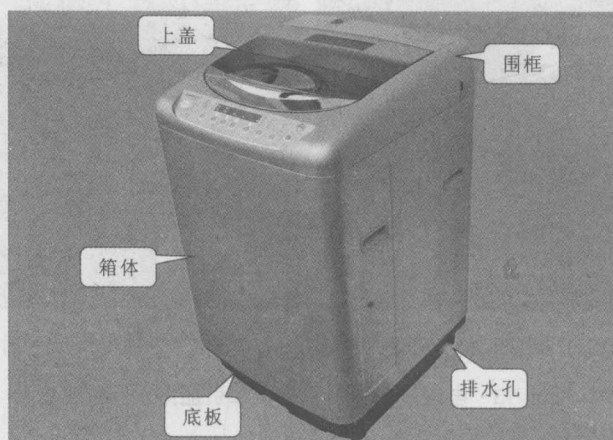

图 1-10 波轮式洗衣机的箱体支撑装置
① 箱体支撑装置。波轮式洗衣机的箱体支撑装置主要是由箱体底脚和底板构成的，如图 1-10 所示，其中箱体即为洗衣机的外壳，除对洗衣机起到支撑、装饰作用外，还具有保护洗衣机内部零部件和支撑、紧固零部件的作用；而底脚则是用于支撑洗衣机的箱体，也可通过调整洗衣机的可调底脚调整洗衣机的平衡。